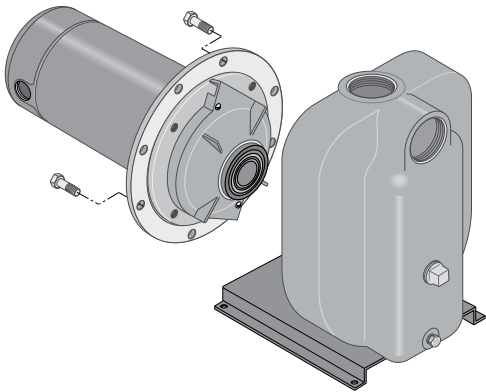

Figura 14: Recolocación del motor en su sitio
5. Retire los tornillos prisioneros que sujetan la placa de estanqueidad al cuerpo de la bomba. Ahora, puede retirar el ensamble del motor y la placa de estanqueidad del cuerpo de la bomba (Figura 14).